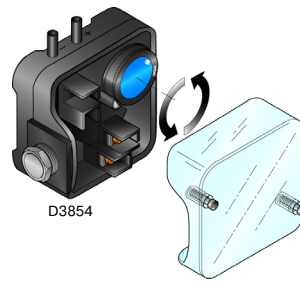

Рис. 25
- Отрегулировать реле давления воздуха (Рис. 25) на начало шкалы.